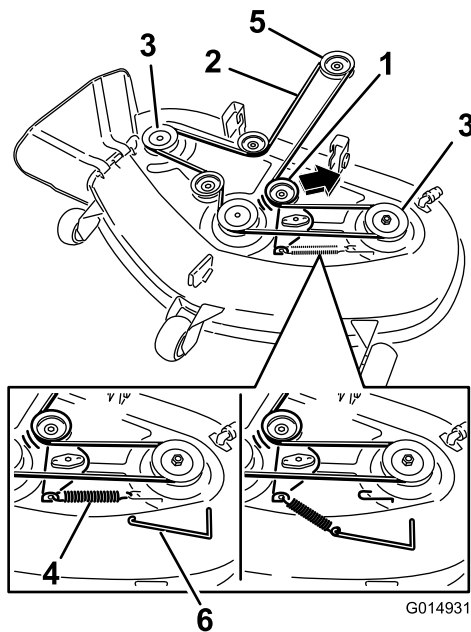

Figura 58
- Usando una herramienta para la retirada de muelles (Pieza Toro N° 92-5771), retire el muelle tensor del gancho de la carcasa para eliminar la tensión de la polea tensora, y retire la correa de las poleas (**Figura 58**).
- Pase la correa nueva alrededor de las poleas del motor y del cortacésped (**Figura 58**).
- Usando una herramienta para la retirada de muelles (Pieza Toro N° 92-5771), instale el muelle tensor sobre el gancho de la carcasa y tense la polea tensora y la correa (**Figura 58**).